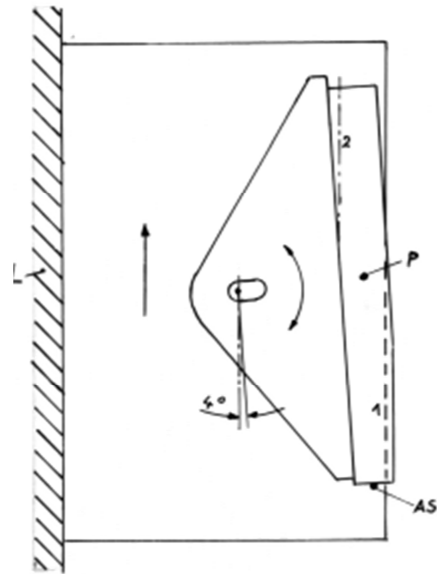

Abb. 6:
- Op. 7a: Sägen der seitlichen Schrägen. Erste Seite sägen, schwenken um 180 Grad, zweite Schräge sägen. (Abb. 6)